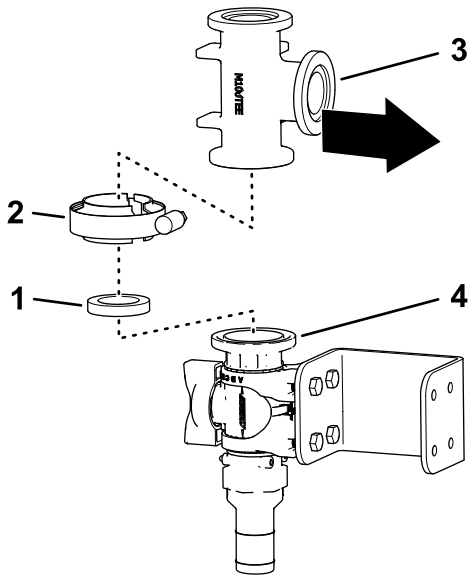
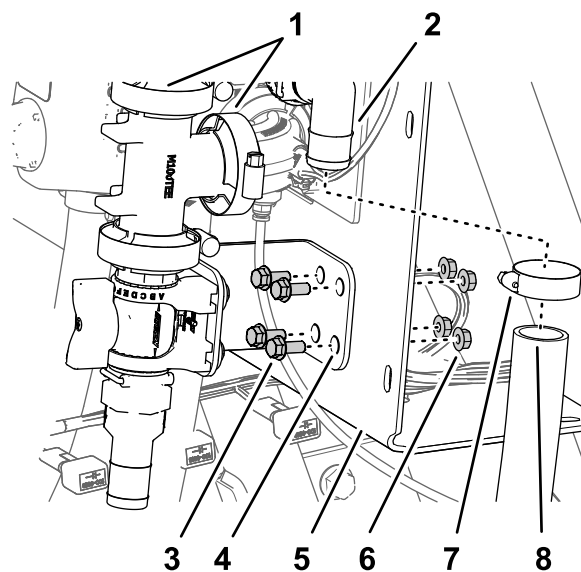

图 42
图 45
6. 如图 42 中所示将 T 形接头的凸缘与控制阀的凸缘对齐。
7. 使用垫片和法兰夹具将 T 形接头松松地连接到控制阀上 图 42。
2. 用 4 个凸缘头螺栓 1/4-20 x 5/8 英寸和 4 个凸缘锁紧螺母 1/4-20 英寸将控制阀支架组装到歧管安装架上图 45 上紧螺栓扭矩至 1012N·m。
3. 用手拧紧固定控制阀和 T 形接头图 42 的法兰夹具以及将 T 形接头固定至 90° 接头的法兰夹具图 45。